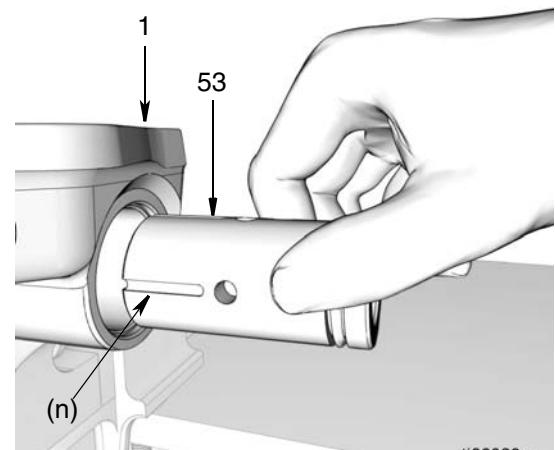

图 41
- 将泵元件衬套 (53) 安装在泵底座上 (1)。如要确定安装的正确方向，请参考 图 41。